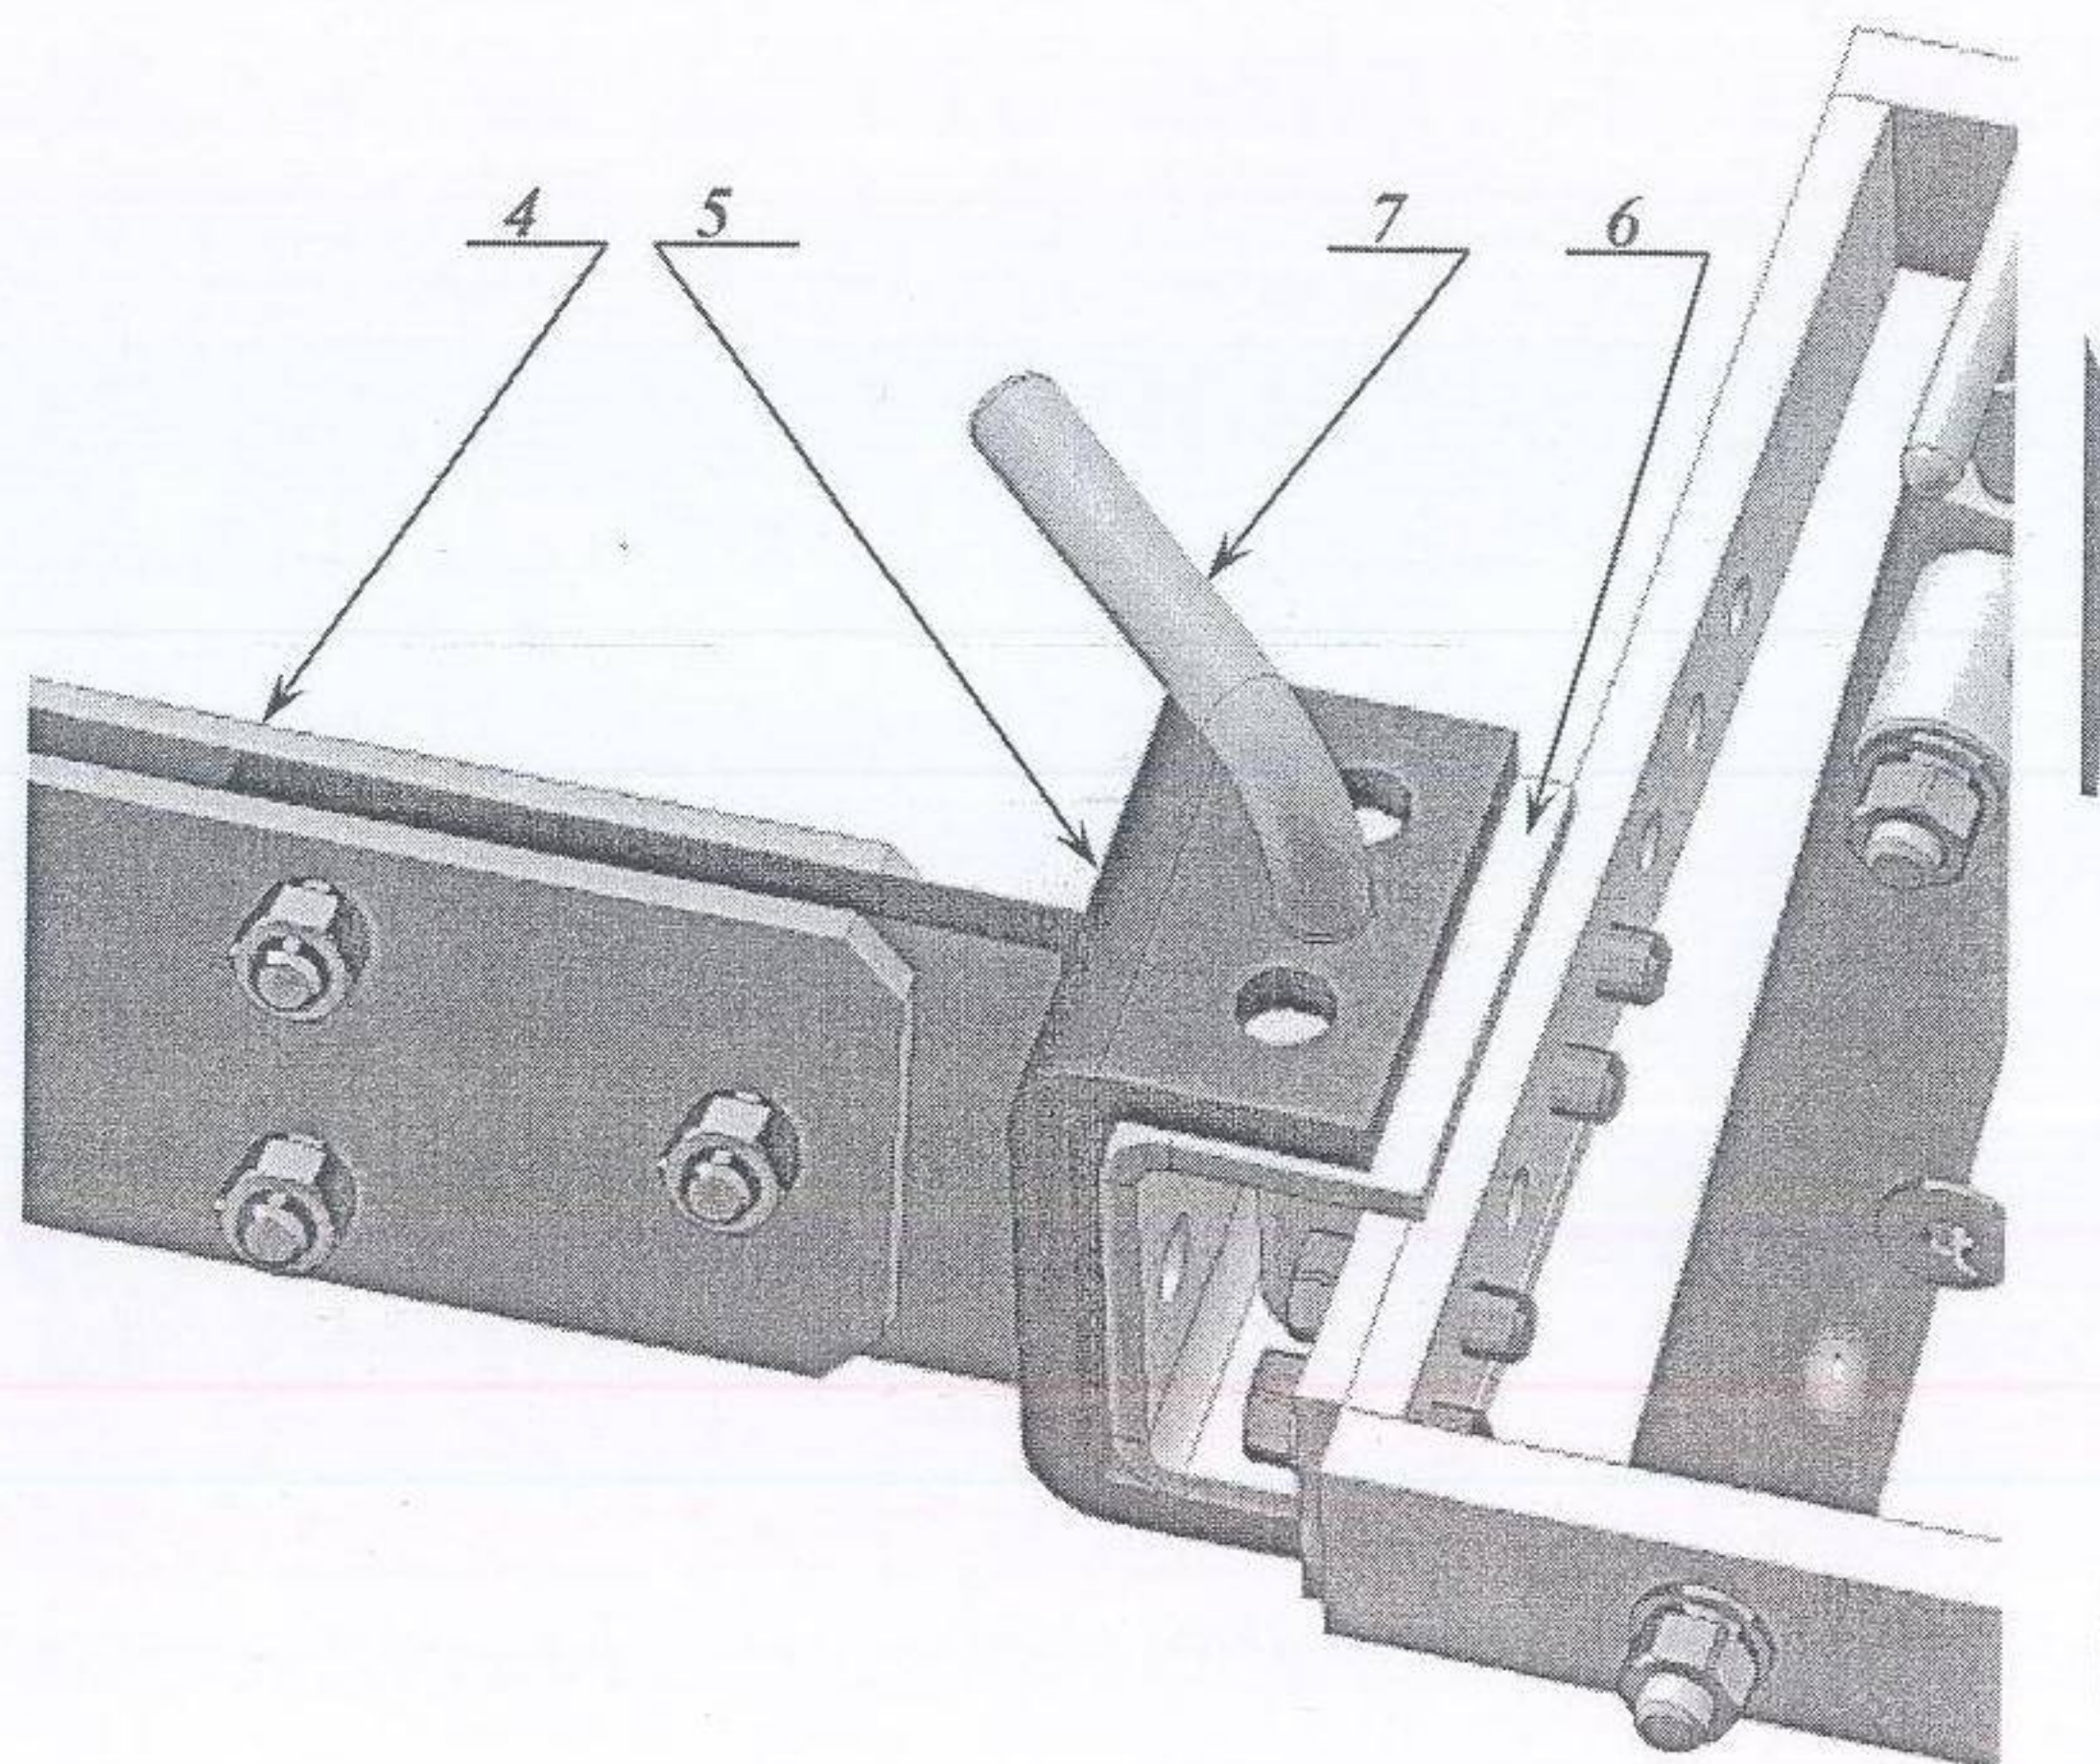

Рис.2
Сцепка (4) устанавливается скобой кронштейна (5) на скобу прицепного узла (6) подъемника и фиксируется шкворнем (7) на одно центральное отверстие. (см.рис.2)